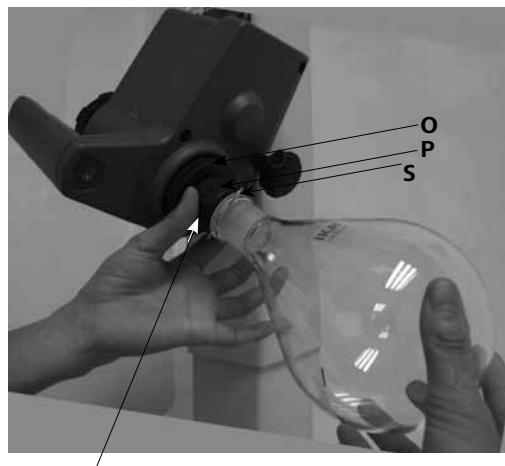

Fig.16
- 逆时针旋转带固定夹 (**S**) 的塑料螺母 (**P**) 直至固定夹可以扣在法兰上。(Fig. 16)